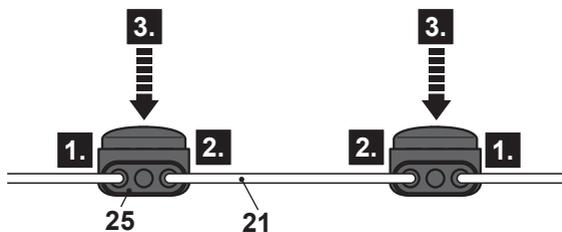

Fig. 22
Si le câble périphérique est endommagé ou cassé, les connecteurs de réparation (25) peuvent être utilisés pour régler le problème (Fig. 22) :